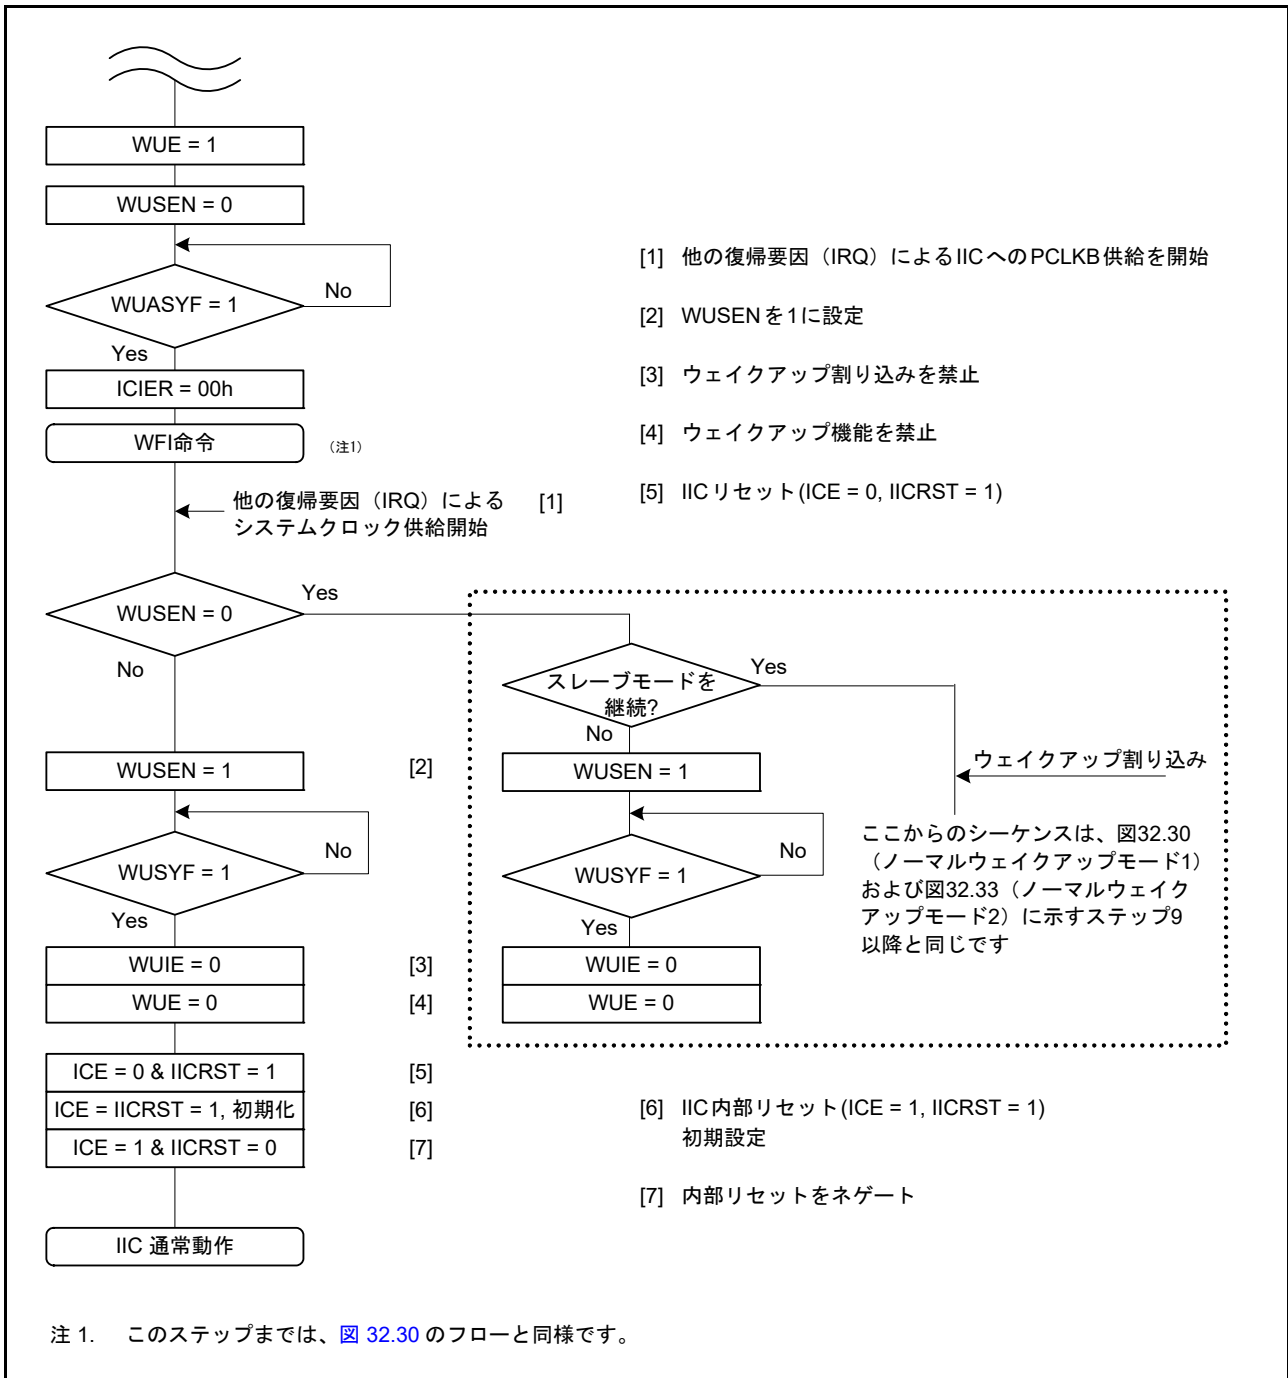
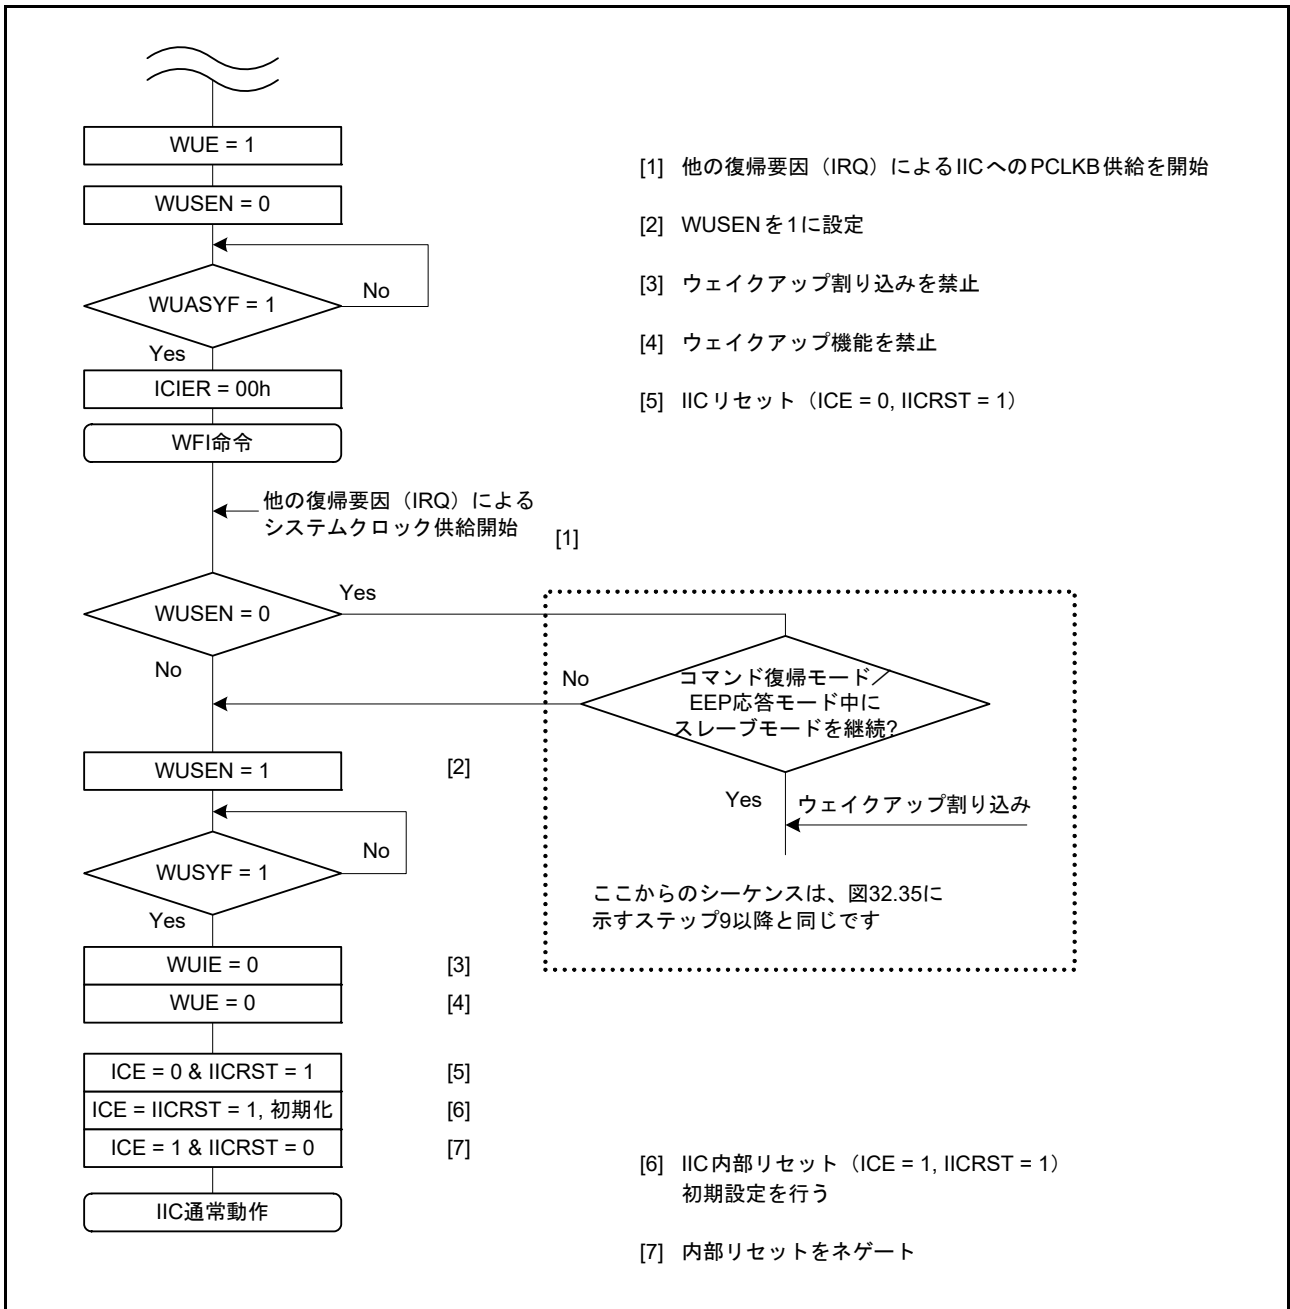

図 32.31 ノーマルウェイクアップモード 1 および 2 の動作例 (IIC ウェイクアップ割り込み以外の割り込み (たとえば IRQn) によるウェイクアップの場合)
図 32.36 コマンドリカバリモードと EEP 応答モードの動作例 (IIC ウェイクアップ割り込み以外の割り込み (たとえば IRQn) によるウェイクアップの場合)
8. ウェイクアップ割り込み以外の割り込み (IRQn など) で、ソフトウェアスタンバイモードからの遷移がトリガされると、WUF フラグは 1 になりません。図 32.31 および図 32.36 に示す処理に従ってください。
ウェイクアップ割り込み以外の割り込み (IRQn など) で、ソフトウェアスタンバイモードからの遷移がトリガされると、WUF フラグは 1 になりません。図 32.31 に動作例を示します。
ウェイクアップ割り込み以外の割り込み (IRQn など) で、ソフトウェアスタンバイモードからの遷移がトリガされると、WUFフラグは1になりません。図 32.31 に示す処理に従ってください。
ウェイクアップ割り込み以外の割り込み (IRQn など) で、ソフトウェアスタンバイモードからの遷移がトリガされると、WUF フラグは 1 になりません。図 32.36 に示す処理に従ってください。